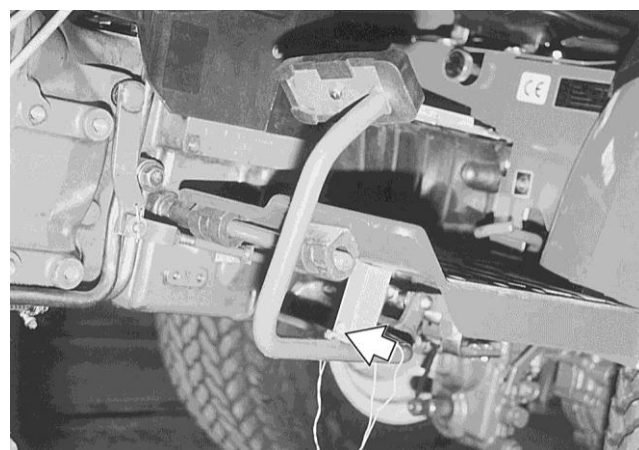

図81 ペダルスペーサの取り付け
- 7.クラッチペダルとステッププレートの上にペダルスペーサを置き、クラッチディスクをフライホイールから切り離します（図81）。